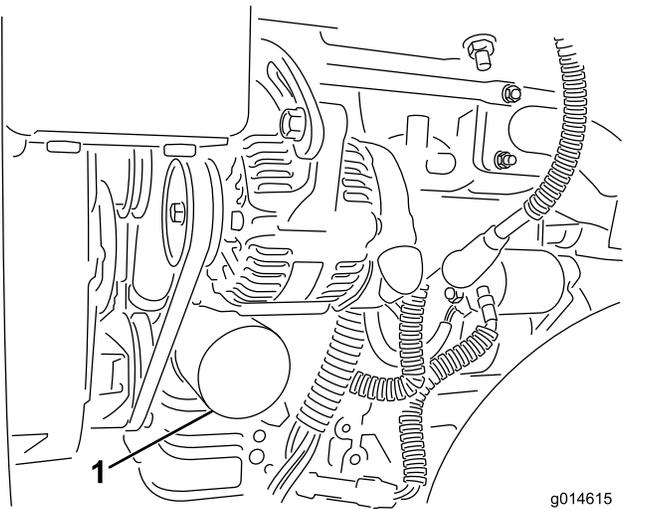

Рисунок 30
2. Извлеките масляный фильтр (Рисунок 30). Нанесите тонкий слой чистого масла на новую прокладку фильтра.